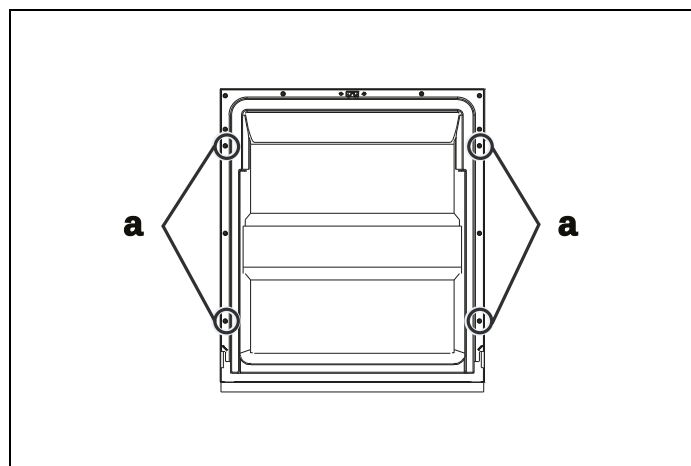

Fig. 17
3) Når panelet er sat på plads, skal man fastgøre den brugertilpassede låge til opvaskemaskinens yderlåge med de medfølgende skruer og bolte (Fig. 17).